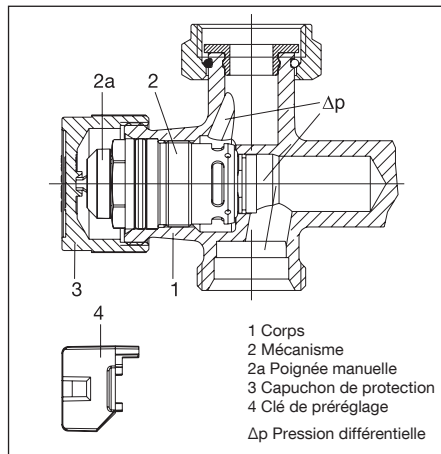

Fig. 5 Configuration du robinet thermostatique
Le débit maximal peut être réglé à l'aide de la clé de préréglage (pos. 4, fig. 5) (voir paragraphe 7.3).
Avec l'appareil de mesure raccordé, la pression différentielle disponible au corps de robinet est mesurée. Pour ce faire, dévisser le mécanisme (pos. 2, fig. 5) à l'aide du «Demo-Bloc» et effectuer une mesure avec la tige pour mesurer la pression différentielle. Dès que la pression différentielle mesurée atteint un niveau supérieur ou égal à la pression différentielle Δp_{\min} (voir 4.1), elle est assez élevée pour permettre la régulation automatique du débit par le robinet.
Procéder au pré-réglage selon la valeur souhaitée à l'aide de la clé de pré-réglage (pos. 4, fig. 5). Le pré-réglage ne peut être effectué qu'à l'aide de la clé de pré-réglage fournie qui est montée sur la poignée manuelle (pos. 2a, fig. 5). Cela évite tout risque de dérèglement de la valeur réglée par des personnes non autorisées.